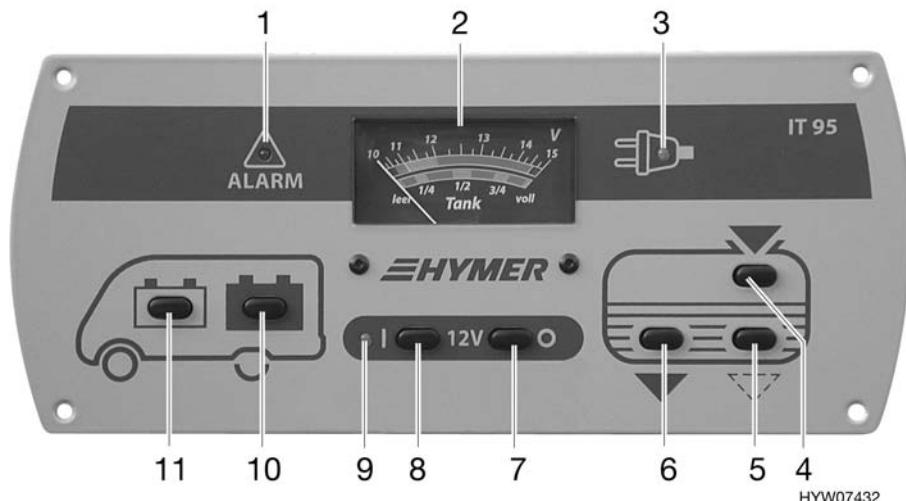

Fig. 117 Pannello di controllo (IT 95)
La centralina elettrica funziona solo in collegamento con il pannello di controllo (Fig. 117, Fig. 118 o Fig. 124).
- Se necessario, inserire brevemente l'alimentazione a 12 V mediante l'interruttore principale a 12 V (Fig. 117,8, Fig. 118,8 o Fig. 124,8). Ciò è possibile solamente se la tensione della batteria è maggiore di 11 V. Se la tensione è minore di tale valore, l'alimentazione a 12 V può essere riaccesa solamente dopo che la batteria dell'abitacolo è stata ricaricata.
Per l'indicatore volt/serbatoio (Fig. 117,2) leggere la scala superiore. L'indicatore si illumina automaticamente appena viene premuto un interruttore.
- Premere l'interruttore (Fig. 117,11) : viene indicata la tensione della batteria di avviamento.
- Premere l'interruttore (Fig. 117,10) : viene indicata la tensione della batteria dell'abitacolo.
La spia rossa di ALARM (Fig. 117,1) inizia a lampeggiare non appena la tensione della batteria dell'abitacolo scende al di sotto di 11 V (misurazione durante il normale esercizio) con conseguente rischio che la batteria si scarichi troppo.
Per l'indicatore volt/serbatoio (Fig. 117,2) leggere la scala inferiore. L'indicatore si illumina automaticamente appena viene premuto un interruttore.
- Premere l'interruttore (Fig. 117,4) : viene indicato il livello del serbatoio dell'acqua.
- Premere l'interruttore (Fig. 117,6) : viene indicato il livello del serbatoio delle acque grigie.
L'interruttore principale a 12 V (Fig. 117,7 e 8) inserisce o interrompe l'alimentazione a 12 V dell'abitacolo.
- Premere l'interruttore (Fig. 117,8) "I": l'alimentazione a 12 V dell'abitacolo è inserita. La luce spia (Fig. 117,9) diventa verde.
- Premere l'interruttore (Fig. 117,7) "O": l'alimentazione a 12 V dell'abitacolo è disinserita. La luce spia (Fig. 117,9) si spegne.
La luce spia (Fig. 117,9) si accende non appena l'interruttore principale a 12 V (Fig. 117,8) viene inserito.
La luce spia a 230 V (Fig. 117,3) si accende in giallo quando all'ingresso della centralina elettrica è presente una tensione di rete.